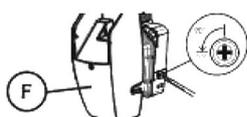

Imagen 28: Embellecedor y tapa del sensor viento.
- a. Abrir la tapa inferior (imagen 28) y seleccionar el modo Seguridad -S (imagen 29) con las pestaña correspondiente.